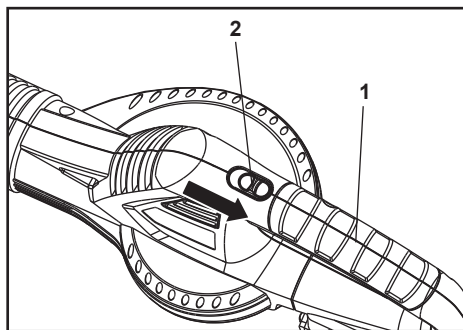

Fig. 7
4. Desligue o produto puxando o interruptor de ligar/desligar (2) para trás até apresentar a marcação "0" (Fig. 7).